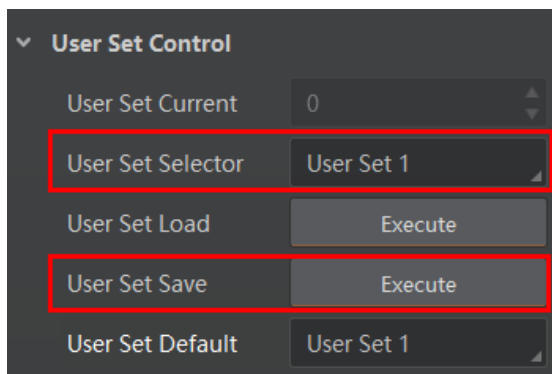

图8-12 保存参数设置
- 保存参数：修改参数后，通过 *User Set Selector* 参数下拉选择其中一套 *User Set* 参数，单击 *User Set Save* 处的“Execute”，即可将参数保存到用户参数中，如图 8-12 所示。